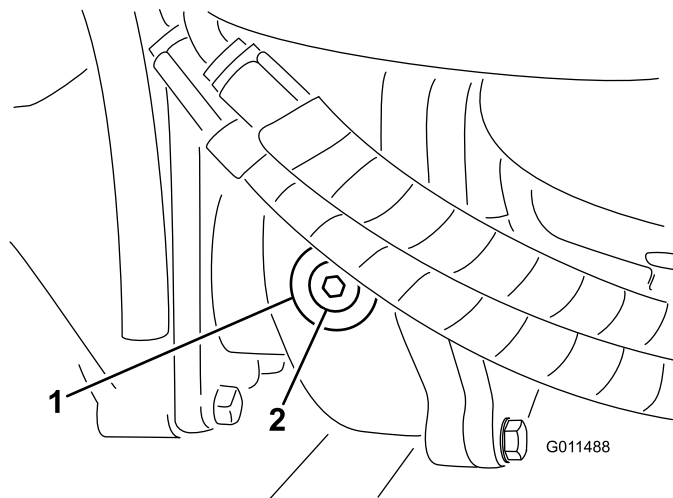

Figura 95
2. Retire el tapón de verificación/llenado del lado izquierdo de la caja de engranajes (Figura 95) y asegúrese de que el lubricante llega al borde inferior del orificio. Si el nivel es bajo, añada suficiente lubricante para que el nivel llegue al borde inferior del orificio.